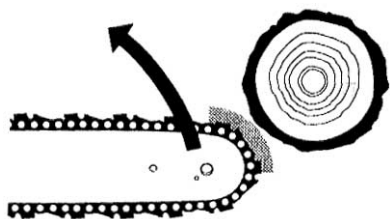

Рис.2
5.9.Остерегайтесь отскока пилы (резкий скачок пилы вверх и назад), отскок происходит, если верхняя четверть конца шины непреднамеренно входит в соприкосновение с обрабатываемым материалом, при этом пила неконтролируемо, с высокой энергией отбрасывается в направлении оператора (см. рис. 2). Во избежание отскока пилы: